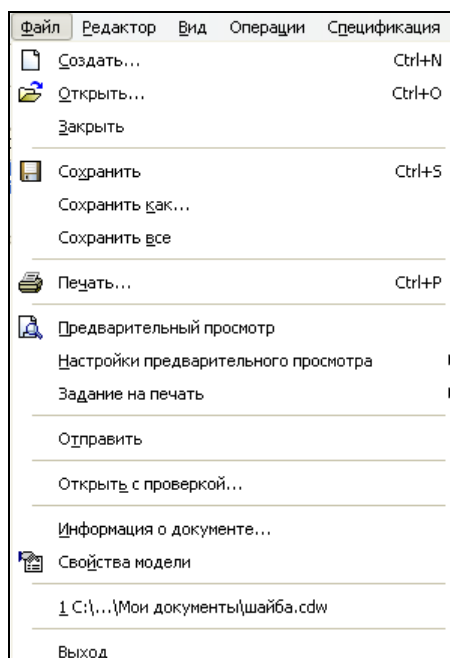

Рис. 4.2. Выпадающее меню пункта **Файл**
- ◆ **Файл** — содержит команды для открытия, сохранения, печати, экспорта в другие файлы моделей и выхода из системы КОМПАС-3D V13 (рис. 4.2);